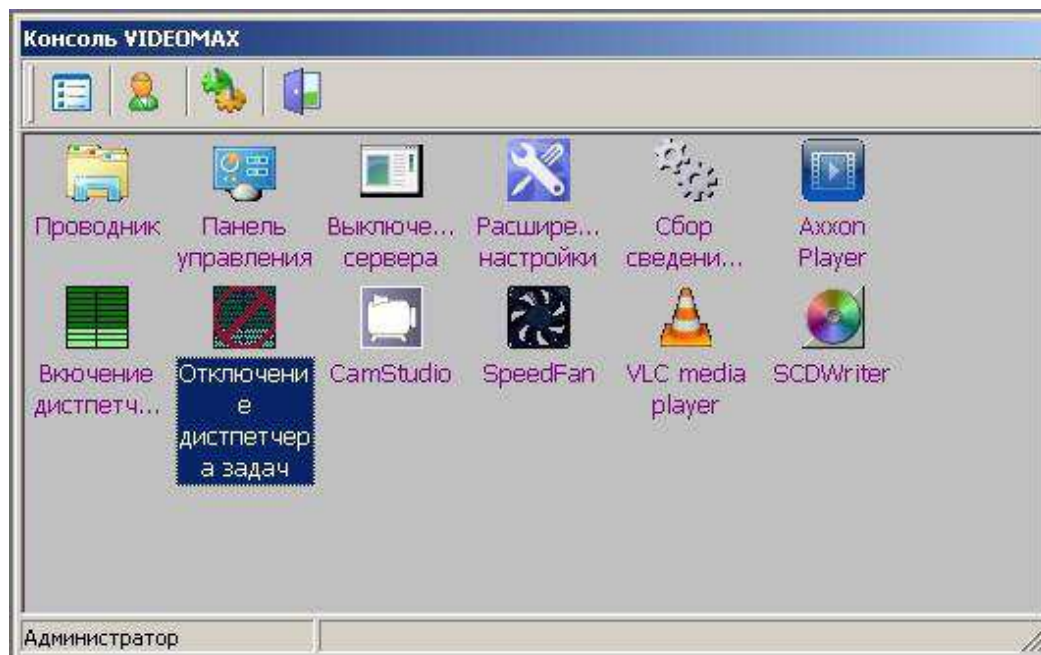

Рис. 8 Отключение и включение диспетчера задач.
- использовать микропрограммы отключения и включения диспетчера задач в режиме администратора (см. п. 5.3) в консоли VIDEOMAX см. Рис. 8